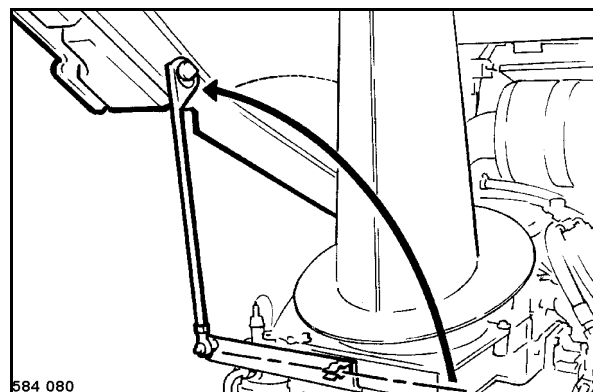

fig. 75
- Tirer la barre du support et caler le capot (fig. 75).